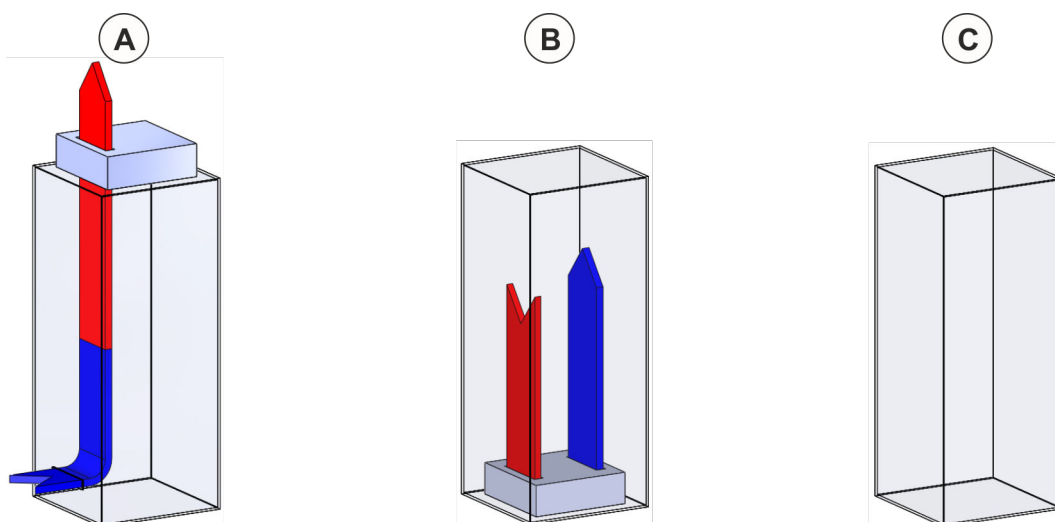

Fig. 15: Circuito di raffreddamento dell'armadio elettrico
- Impiego solo in armadi chiusi. Se sono incorporati apparecchi di raffreddamento, assicurarsi non vi sia alcun ricambio d'aria con l'aria ambiente (Fig. 15).